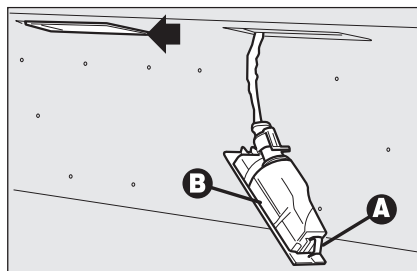

fig. 36
- ☐ agir en utilisant un tournevis à lame plate et protégé par un chiffon souple sur le dispositif **A-fig. 36** pour enlever le groupe **B**;